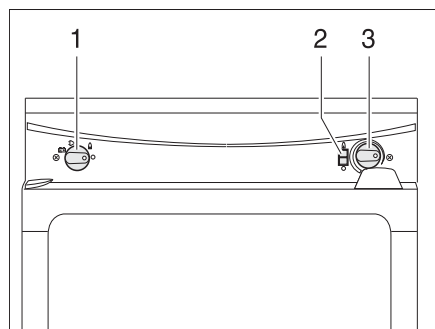

Fig. 140 Elementi di comando per il frigorifero (Thetford senza SES)
- Posizionare il selettore di energia (Fig. 140,1) su gas "🔥".
- Premere il pomello girevole (Fig. 140,3) e mantenerlo premuto. L'alimentazione del gas è ora aperta. L'accensione avviene automaticamente. È udibile un ticchettio fino a quando procedura di accensione non è stata portata a termine.
- Mantenere premuto il pomello girevole (Fig. 140,3) finché l'indicatore di fiamma (Fig. 140,2) non diventa verde e poi rilasciarlo. Quando la fiamma si spegne, l'apparecchio di accensione ripete automaticamente il procedimento di accensione.
- Posizionare il selettore di energia (Fig. 140,1) su "○". Il frigorifero è spento.
- Posizionare il selettore di energia (Fig. 140,1) su funzionamento elettrico a 230 V "🔌".
- Impostare la temperatura di refrigerazione con il pomello girevole (Fig. 140,3).
- Posizionare il selettore di energia (Fig. 140,1) su funzionamento a 12 V "🔋".